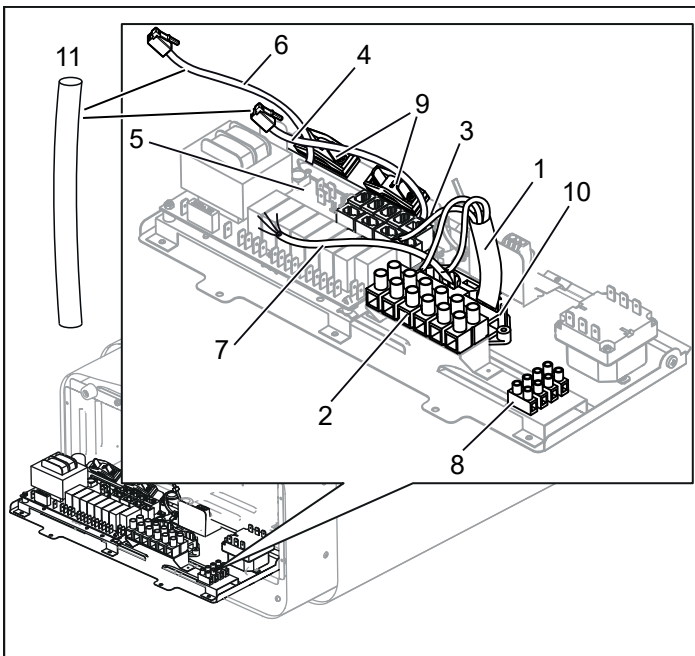
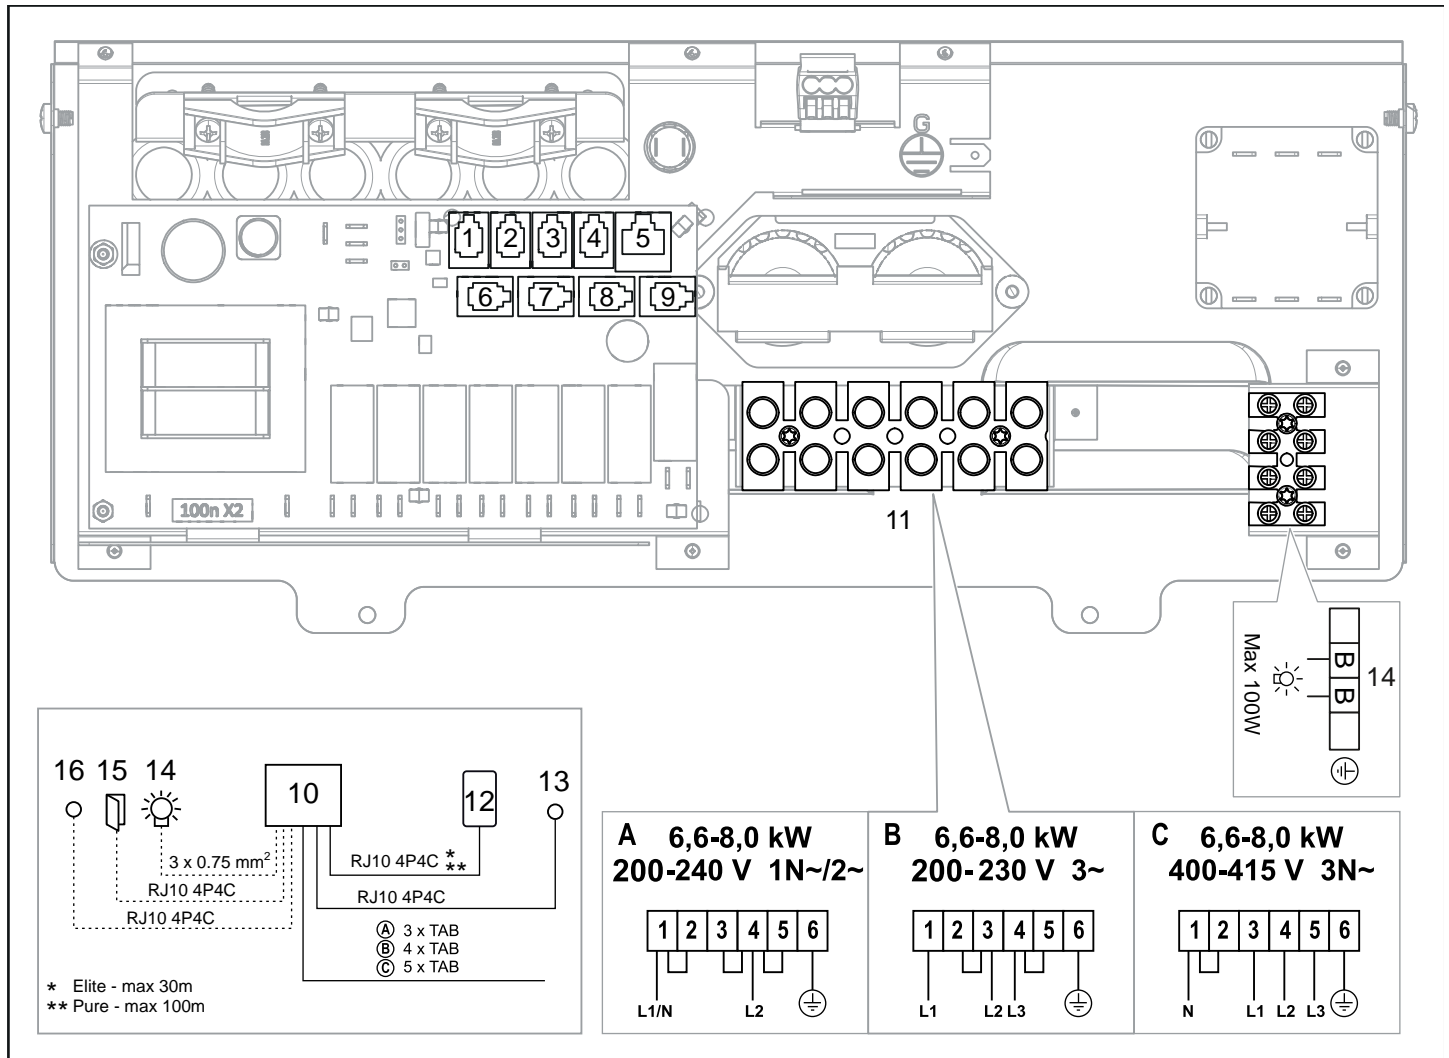

Рисунок 9: Монтажная плата
Рисунок 17: Схема соединений
4. Проведите кабель для панели управления и датчика температуры через проходные кабельные втулки (3). Подключите кабель панели управления (4) к одному из четырех контактов RS485 (позиции 6-9) (см. Рисунок 9) согласно схеме соединений (см. раздел Подключение/схема соединений).
5. Подключите кабель датчика (6) к контакту NTC на монтажной плате (позиция 1) (5) (см. раздел Подключение/схема соединений) согласно схеме соединений (см. раздел Подключение/схема соединений, страница 39).
6. Подключите кабель освещения (если таковой имеется) (7), см. Рисунок 9, к клемме (8) согласно схеме соединений, Рисунок 17.